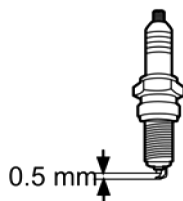

Fig. 58
- > Vérifiez l'écartement de la bougie. Il doit être de 0,5 mm (Fig. 58).